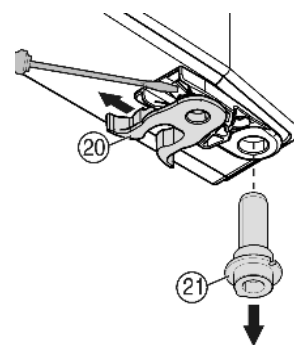

Fig. 8
- ▶ переставити Fig. 8 (20) пружинний затискач: Натиснути язичок заціпки вниз, зняти з нього пружинний затискач.
- ▶ Вийміть гвинт Fig. 8 (21) із втулки дверцят і вставте разом із шайбою на протилежному боці. Язичок заціпки повинен бути спрямований до внутрішньої сторони дверцят, надріз — до зовнішньої сторони.
- ▶ Поверніть нижню частину дверцят і вставте гвинт Fig. 8 (21) в опорний кронштейн. У разі необхідності покрутіть гвинт до його фіксації.